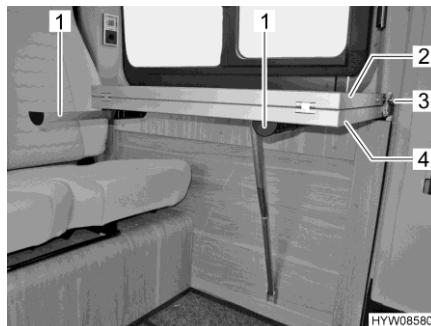

Fig. 37 Tavolo
- Sfilare i due puntelli (Fig. 37,1).
- Sfilare il bottone di sicurezza (Fig. 37,3) e rimuovere la cintura di ritegno dalla prolunga del piano del tavolo (Fig. 37,2).
- Aprire la prolunga del piano del tavolo (Fig. 37,2).
- Ripiegare la prolunga del piano del tavolo (Fig. 37,2).
- Spingere il bottone di sicurezza (Fig. 37,3) della cintura di ritegno sul supporto della prolunga del piano del tavolo.
- Infilare dentro i due puntelli (Fig. 37,1).
- Sollevare leggermente il piano del tavolo (Fig. 37,4) in avanti.